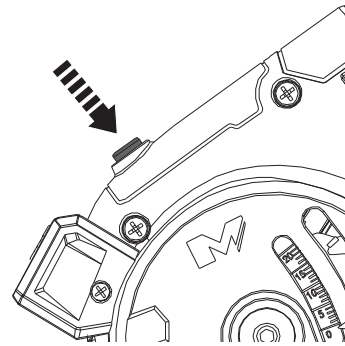

Fig. 9
- > Ligue o laser pressionando o interruptor de ligado/desligado do laser (13) (Fig. 9).
- > Desligue o laser pressionando novamente o interruptor de ligado/desligado do laser (13).